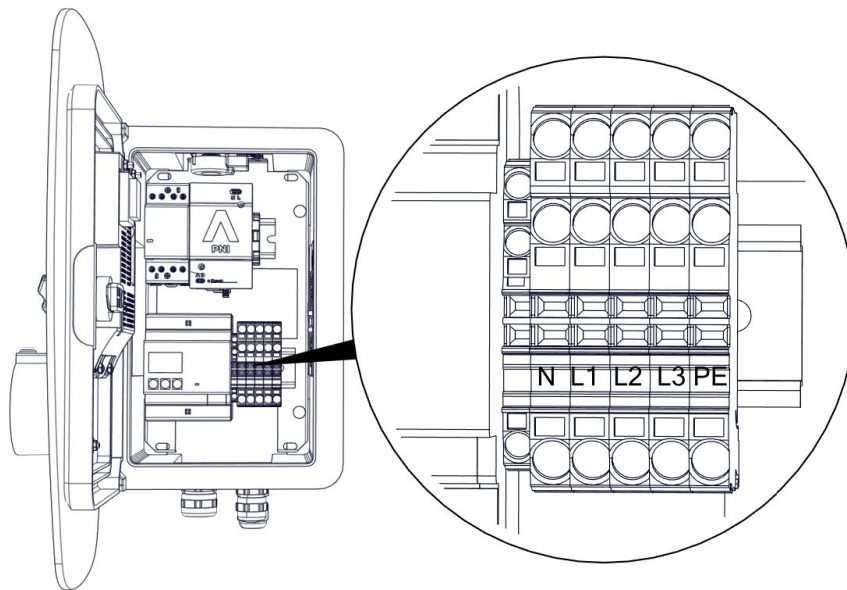

Abbildung 2. Anschlussposition der Zuleitung
2. Die Zuleitung gemäß Abbildung 2 anschließen und diese anschließend mittels Kabelverschraubung zugentlasten und abdichten.